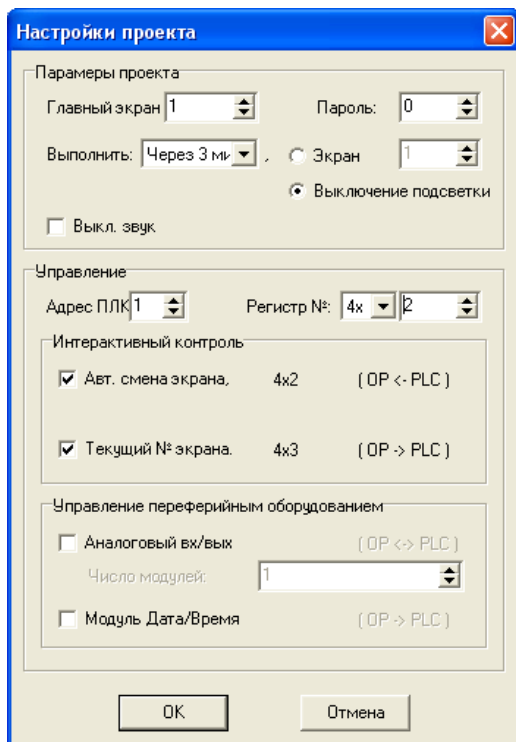

Рис. 4.3. Окно «Настройки проекта»
9. Нажать кнопку  или выбрать команду «Сервис | Настройка панели оператора» главного меню программы. Откроется окно «Настройки панели оператора», предназначенное для задания параметров проекта (см. рис. 4.3).